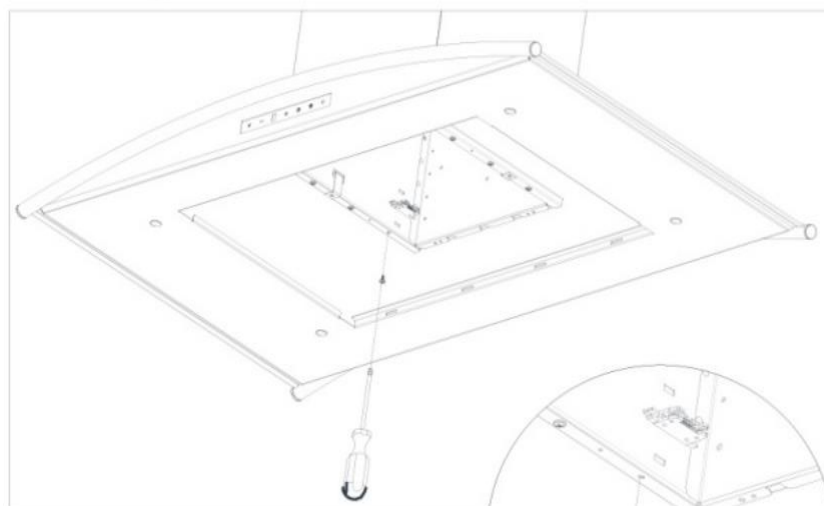

FIGUR 8
7. Montera själva flätkåpan genom att skjuta upp den i utsugskanalen. Kontrollera att tapparna på själva flätkåpan passar i hålen på skorstensdelen. (Punkt J och K, figur 8/9).